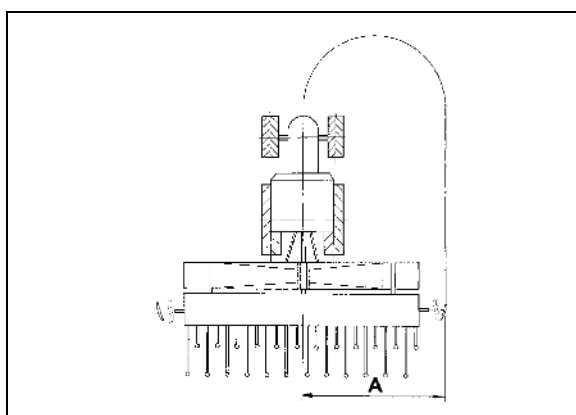

Рис. 98
5. Открутите болты (Рис. 98/1).
8. Затяните болты (Рис. 98/1).